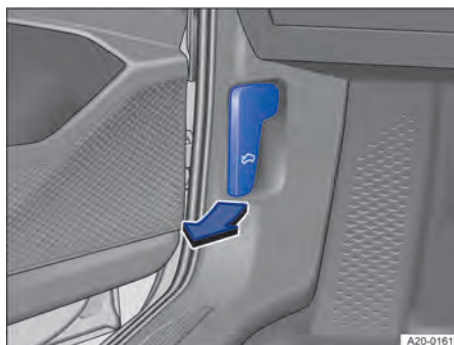

Fig. 192 Au plancher gauche : levier de déverrouillage du capot avant (schéma de principe)
1. Avant d'ouvrir le capot avant, assurez-vous que les bras d'essuie-glace reposent sur le pare-brise → ①.
2. Ouvrez la porte avant gauche et tirez le levier de déverrouillage dans le sens de la flèche → fig. 192.